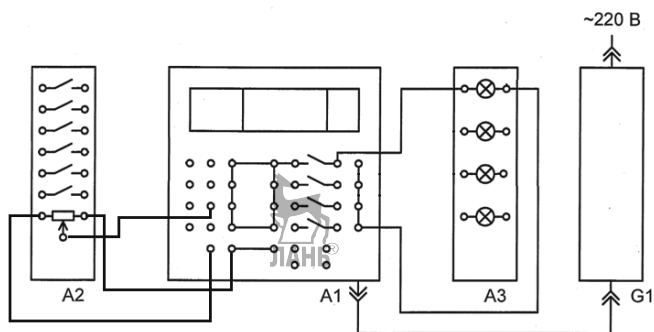

Рис. 9.17. Электрическая схема
- Собрать электрическую схему на лабораторном стенде, как показано на рис. 9.17.
- Электрическую схему (рис. 9.17) оставить без изменений.